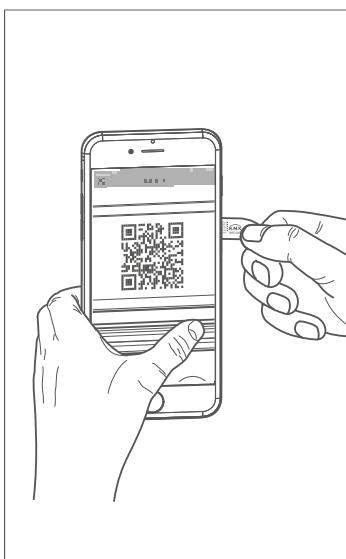
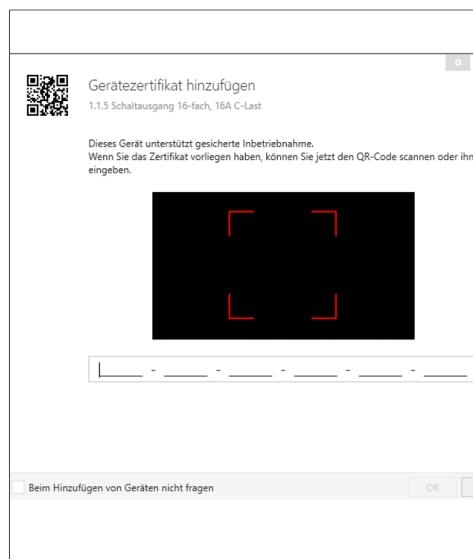

Fig. 14: Scansionscione il codice QR
Fig. 15: Inserire il codice QR manualmente
- ① Attivare la modalità di messa in servizio KNX secure in ETS.
- ② Inserire il codice secure del dispositivo (codice QR) (Fig. 15), scansionarlo (Fig. 14) oppure aggiungerlo al progetto in ETS.